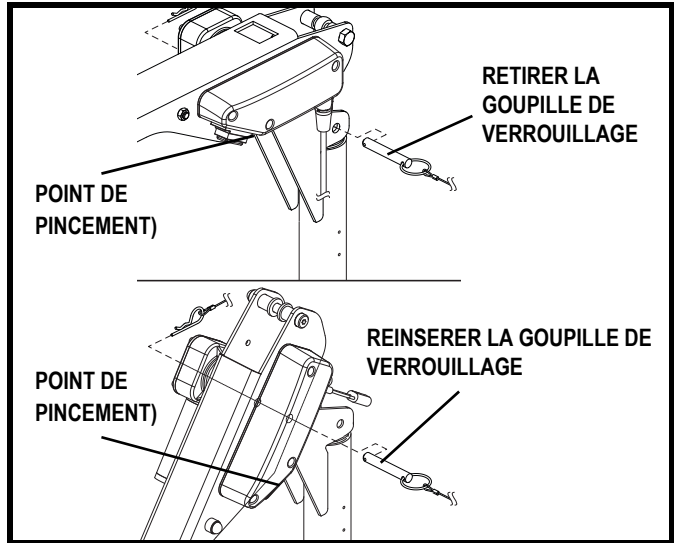

Figure 4. Sécuriser la flèche
1. Retirez la broche située entre la flèche et le montant supérieur. Abaissez la flèche jusqu'à ce qu'elle soit parallèle avec le montant supérieur. Voir la figure 4.
2. Réinsérez la broche en haut du montant supérieur pour sécuriser la flèche en place. Voir la figure 4.